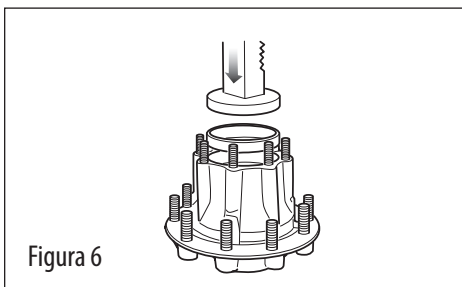

Figura 6
3. No es necesario calentar las mazas de hierro para instalar la tapa de balero. Presione la tapa de balero en la maza, asegúrese de que esté completamente asentada (vea la figura 6). Utilice un calibrador de espesor de 0.001" a 0.002" para asegurarse de que la tapa esté completamente asentada contra la garganta del orificio del balero.